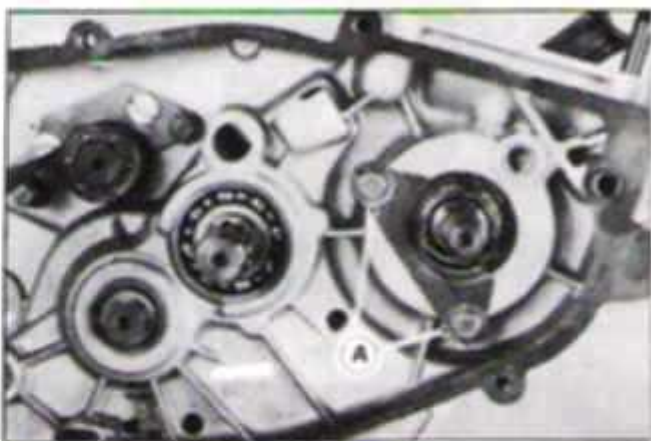

FIG. M41 - A. PARAFUSOS DE FIXAÇÃO
7. Colocar a chapa protetora (semi-cárter direito) e a chapa de fixação (semi-cárter esquerdo), fixando-as com os parafusos e cola "Loctite" (pág. 10). Figura M41.